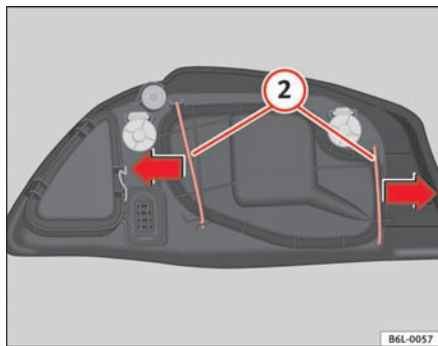

Fig. 147 Fjernlyspære
- Fjern bøjlerne (2) ⇒ fig. 147 i pilens retning, og tag afdækningen af.
- Sæt kunststofafdækningen og bøjlerne på (2) ⇒ fig. 147.